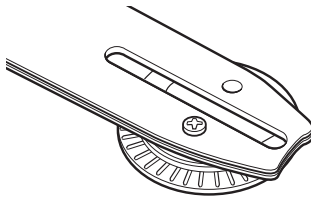
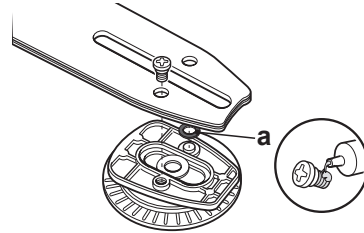

Fig. 42
Fig. 43
6. Rode a lâmina 180° para permitir um desgaste uniforme, prolongando assim a vida útil da lâmina (4). Desaperte o parafuso e retire o disco de tensão (23) da lâmina (Fig. 42). Certifique-se de que a anilha de borracha (a) não está desgastada. Rode a lâmina e fixe o disco de tensão com o parafuso. Aplique uma gota de cola adequada no parafuso para garantir o seu posicionamento seguro (Fig. 43).